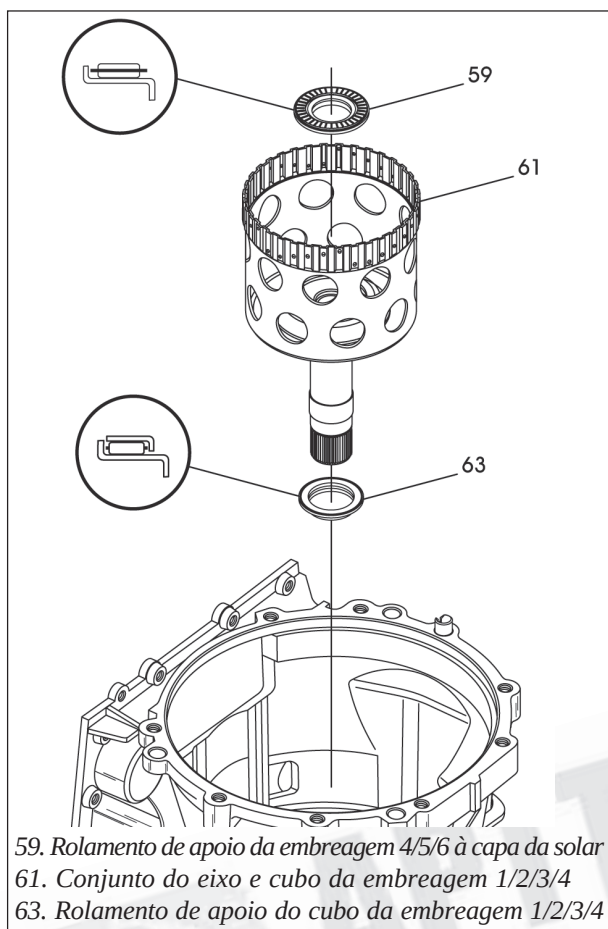

Figura 158
11. Instale o rolamento de apoio do cubo da embreagem 1/2/3/4 na direção mostrada na figura 158.
12. Instale o conjunto do eixo e cubo da embreagem 1/2/3/4, conforme mostra a figura 158.
13. Instale o rolamento de apoio do cubo da embreagem 4/5/6 à capa da solar, na direção mostrada pela figura 158.